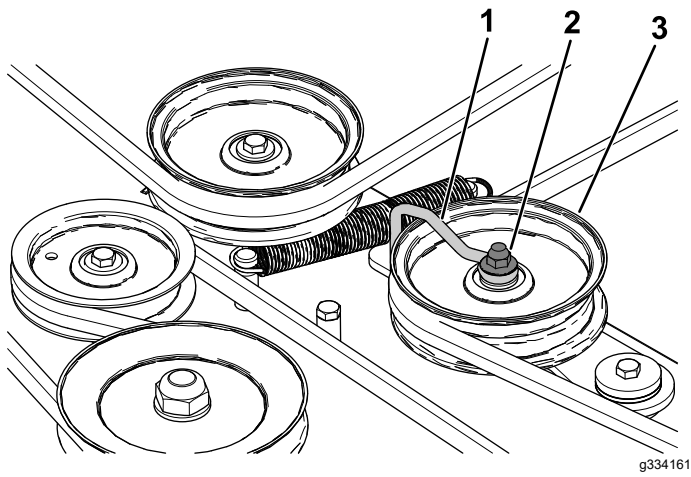

Figure 54
5. Desserrez l'écrou qui fixe le fil métallique à la poulie de tension (Figure 54).
9. Resserrez l'écrou qui fixe le fil métallique à la poulie de tension (Figure 54).
- Remarque:** Positionnez le fil métallique contre le bras de la poulie de tension comme montré à la Figure 54.